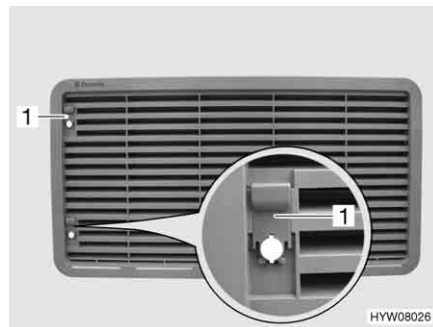

Fig. 215 Griglia di aerazione del frigorifero (con cursore)
- Spingere il cursore (Fig. 215,1) verso l'alto.